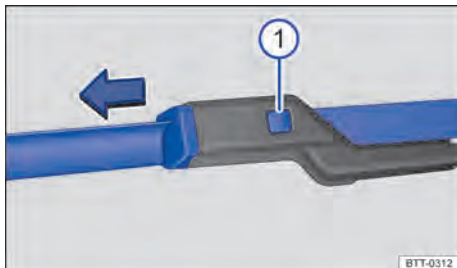

Fig. 212 Trocar as palhetas dos limpadores dos vidros do para-brisa.
- Manter o botão de destravamento pressionado e, ao mesmo tempo, puxar a palheta dos limpadores dos vidros para fora, no sentido da seta → Fig. 212 ①.